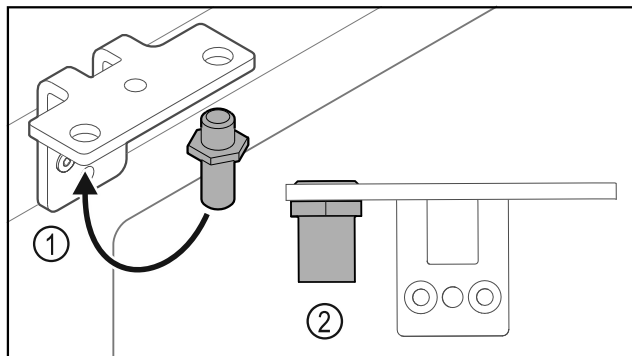

Fig. 20
- ▶ Переставьте палец Fig. 20 (1) в шарнирном уголке.
- ▶ Затяните палец Fig. 20 (2) с **моментом 12 Нм**.